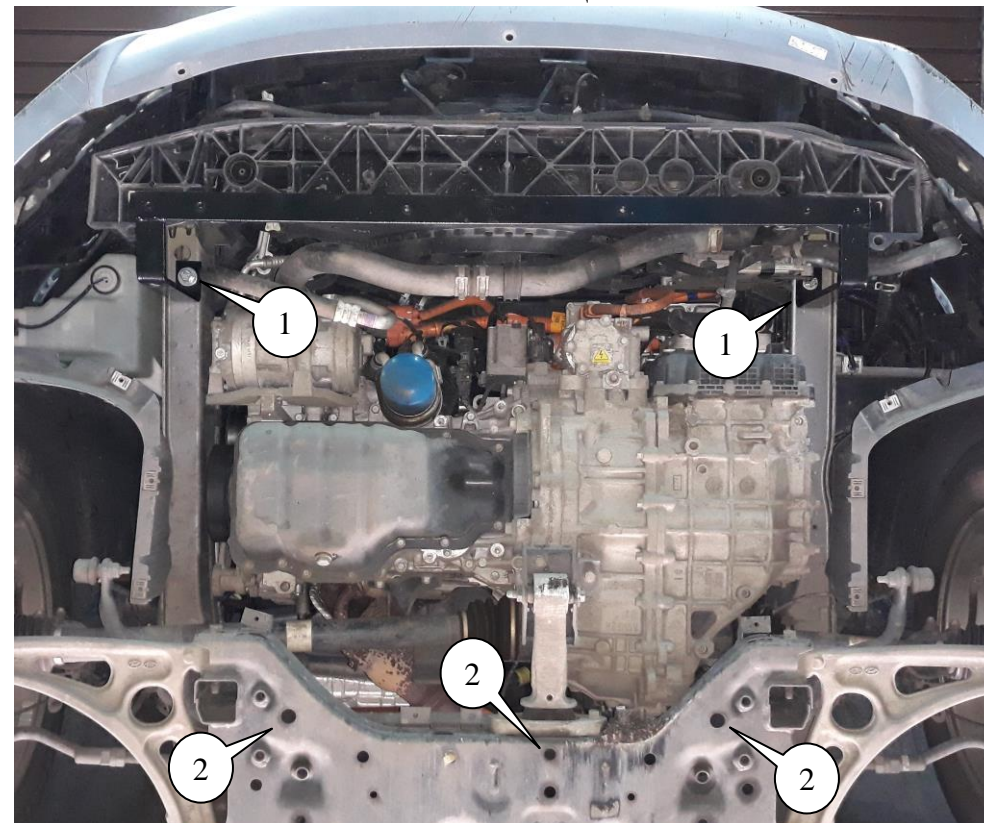

Рис.1
2. Просверлить отверстия $\text{Ø}13$ в лонжеронах автомобиля (отмерять 60 мм от штатных отверстий в лонжероне слева и справа) и установить клепальные гайки M10 специальным приспособлением, рис.1, 3, поз.1, затем установить балку 3 болтами 6.
3. Установить планки 14 в отверстия подрамника поз.2 и наживить болты 6, рис.1.